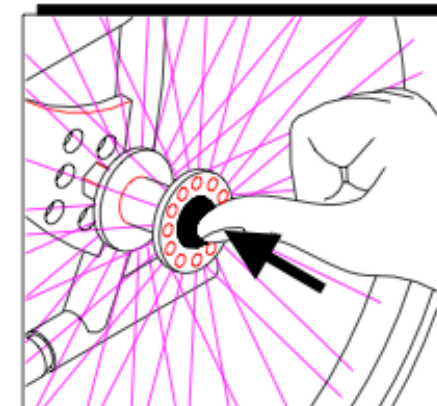

fig. 1
- Vajutage alla kinnituspult, mis asub ratta keskmes (fig. 1).